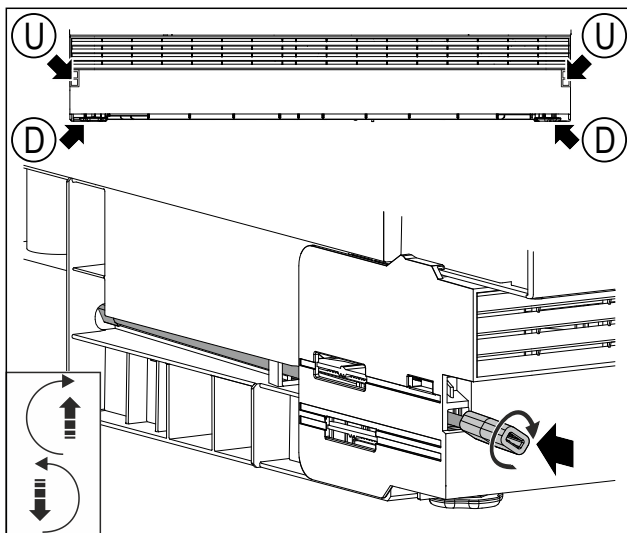

Fig. 53 Reprezentare exemplificatoare
- ▶ Introduceți bara cu piesa adaptatoare în deschizătura Fig. 53 (U).